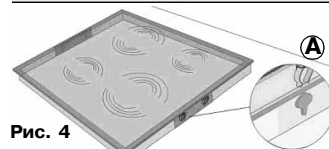

Рис. 4
- Вставьте варочную панель в подготовленное отверстие таким образом, чтобы пружинные зажимы (А) оказались зафиксированными в соответствующих пазах скоб (С, Рис. 4 и 5).